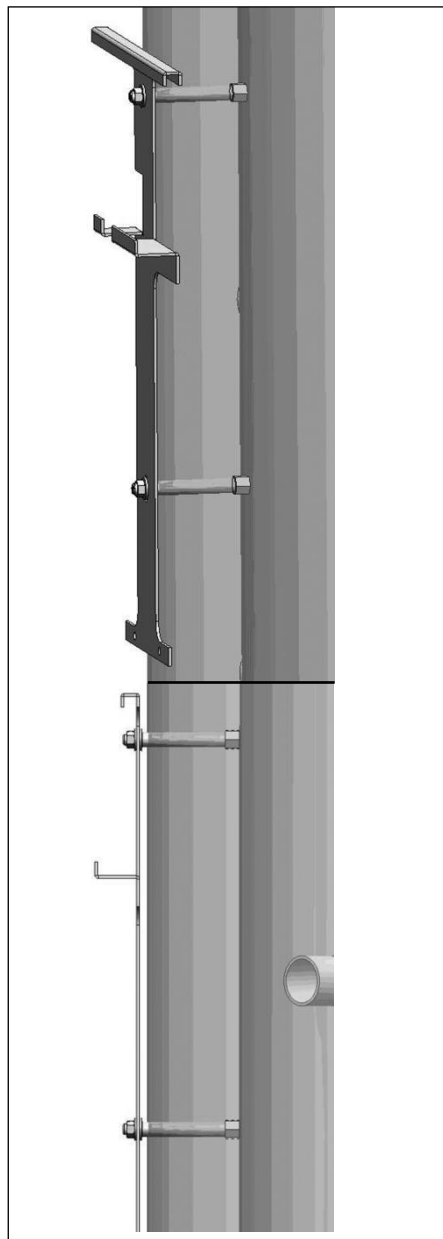

Abb. 6.4
- Halteblech auf Gewindestangen schieben, Unterlegscheiben aufschieben und mit Muttern M12 SW 18 befestigen (s. Abb. 6.4)